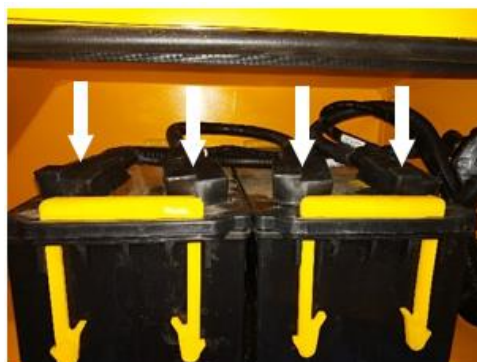

Рисунок 3.117. Клеммы и полюсные выводы
- ▶ Снять присоединительные клеммы с полюсных выводов аккумулятора рис. 3.117.